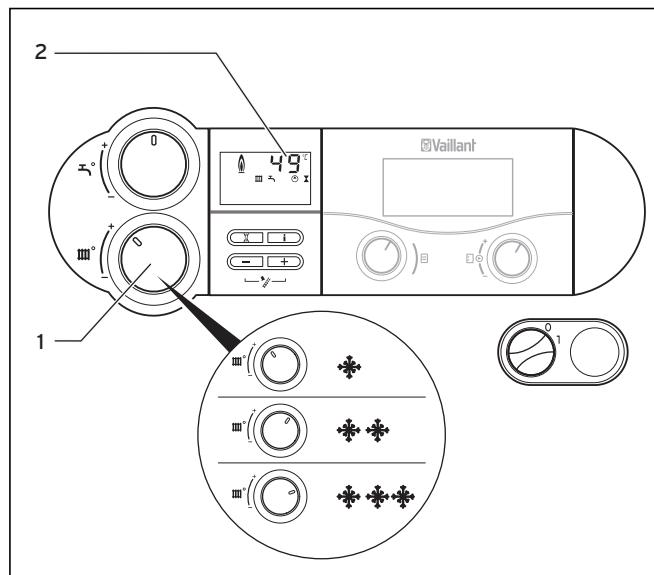

Fig. 6.8 Réglage de la température de départ sans appareil de régulation
Dans la mesure où aucun appareil de régulation externe n'est installé, réglez la température de départ à l'aide du sélecteur (1) (Fig. 6.8) en fonction de la température extérieure. Nous vous recommandons de procéder aux réglages suivants :
Lors du réglage de la température, la valeur correspondante (2) (Fig. 6.8) s'affiche sur l'écran du système DIA. Cette valeur s'efface après environ trois secondes pour être remplacée par l'affichage standard (température actuelle de départ du chauffage).